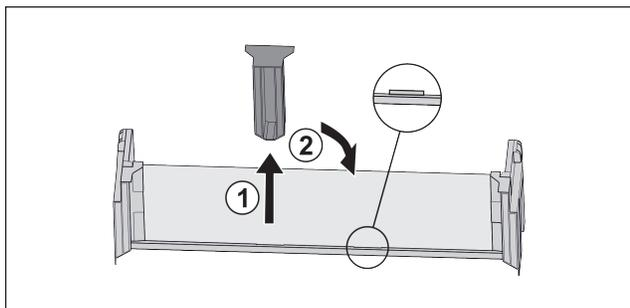

Fig. 64
- Extraire la pièce de retenue centrale Fig. 64 (1).
- Insérer la pièce de retenue centrale en deuxième position Fig. 64 (2).